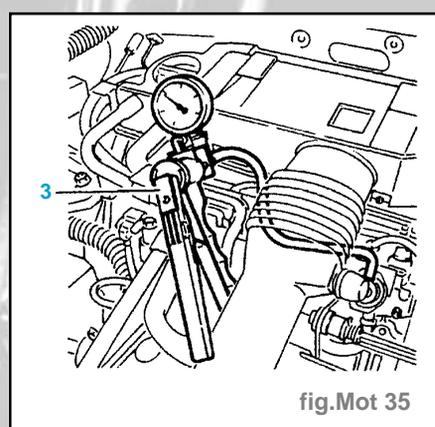

fig. Mot 35
- Faire chuter la pression dans le circuit de carburant en appliquant une dépression sur le régulateur de pression avec la pompe à vide [3] (fig. Mot. 35).